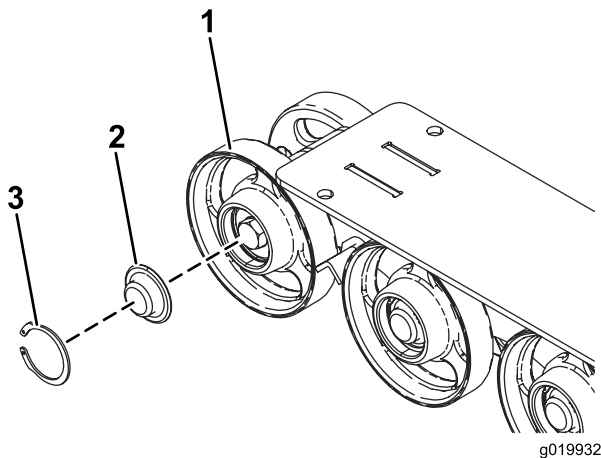

Figure 51
3. Déposez le circlip et le chapeau d'un galet de roulement (Figure 51).
4. Vérifiez la graisse sous le chapeau et autour du joint (Figure 51). Si elle est encrassée, granuleuse ou en quantité insuffisante, enlevez toute la graisse, remplacez le joint et ajoutez de la graisse neuve.
6. Placez le chapeau de galet de roulement sur la tête du boulon (Figure 51).
7. Fixez le chapeau avec le circlip (Figure 51).